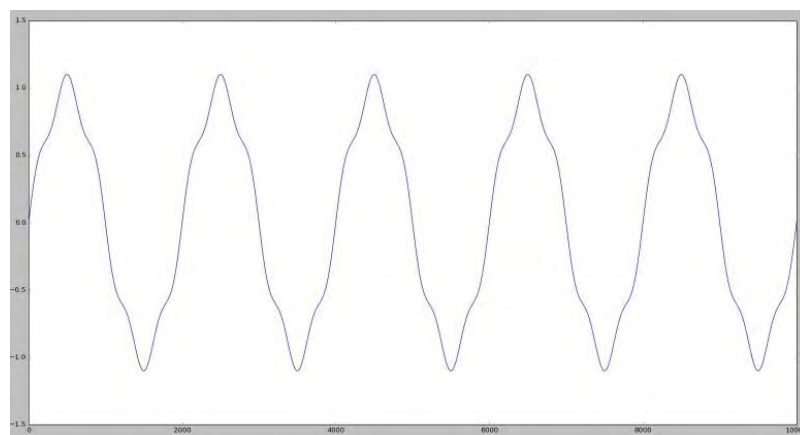

图 2.2 基波谐波合成波
- 基波信号上叠加上谐波合成的波形，因与基波同步，波形以基波频率周期变化，峰值固定，不会出现电压波动现象，如图 2.2；